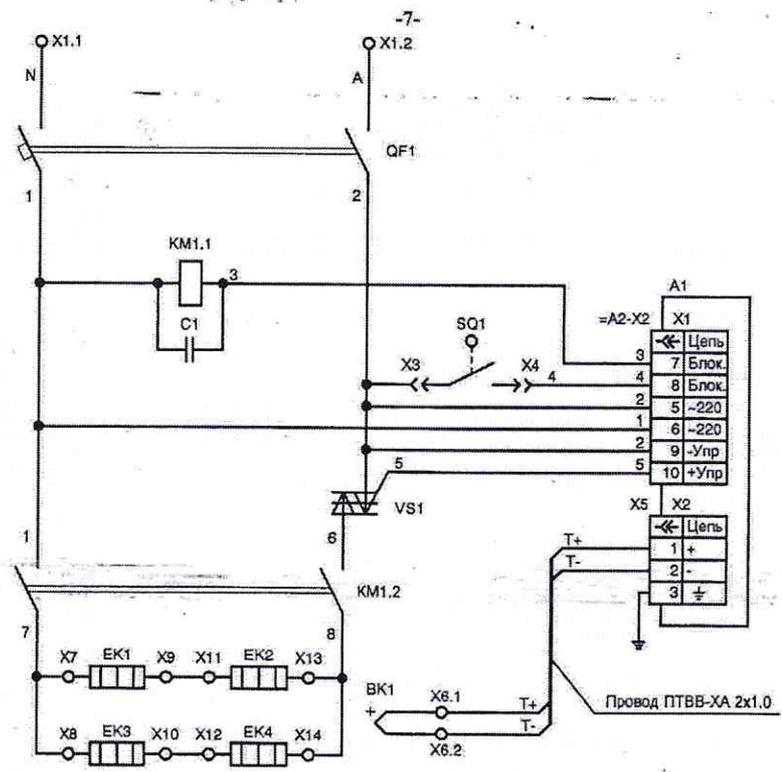

Рис. 2.
- 4.6. В электрической схеме печи (рис. 2.) предусмотрен автоматический выключатель для подачи напряжения на силовые цепи и защиты их от короткого замыкания, сими- сторный контактор и магнитный пускатель в качестве исполнительного устройства, регулятор температуры для проведения технологического режима нагрева.
6.4. Подсоединить сетевой кабель к блоку зажимов X1 в соответствии с маркировкой проводов (рис.2).